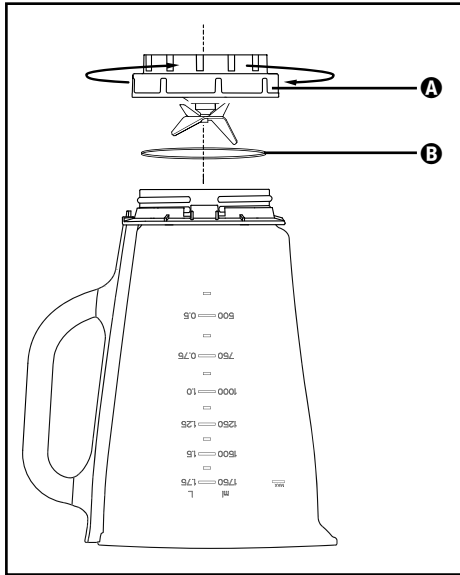

Fig. 3
- 2) Stil produktet på hovedet, og drej påsatsen **A** mod uret, så den kan løsnes fra blenderkanden **3** (se fig. 3).